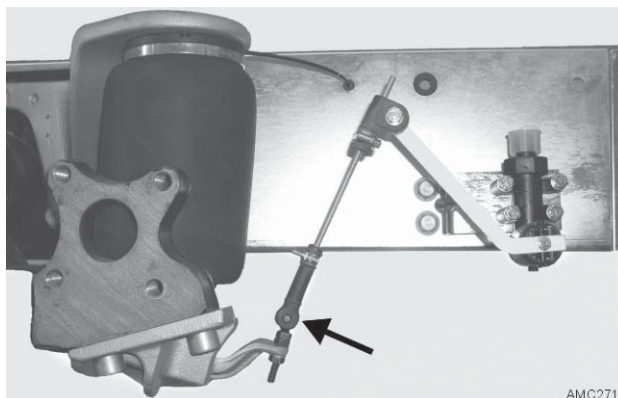

Bild53
2. Gestänge des Wegsensors Luftfederung aushängen (Bild 53 - Pfeil)